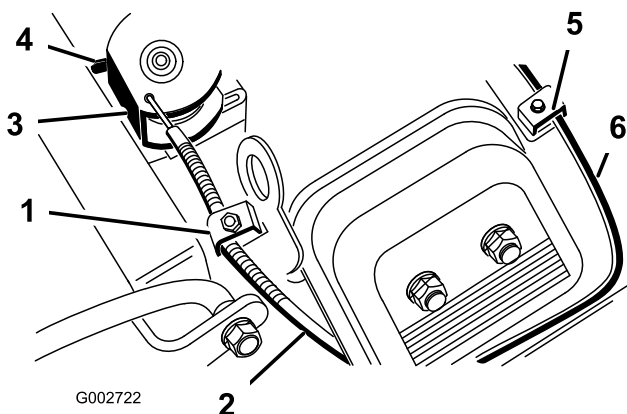

Figura 41
2. Allentate la vite del serrafilo del cavo dell'acceleratore che fissa il cavo al motore (Figura 41).
4. Tirate con forza il cavo dell'acceleratore finché il retro della parte girevole non tocca il fermo (Figura 41).
2. Allentate la vite del serrafilo del cavo dello starter che fissa il cavo al motore (Figura 41).
4. Tirate con forza il cavo dello starter (Figura 41) finché la farfalla dello starter non è completamente chiusa, quindi serrate la vite del serrafilo.